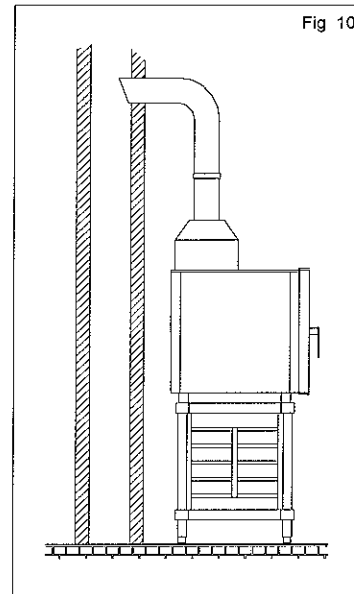

Fig 10
- a uma conduta natural como um tubo da chaminé de tiragem natural de eficiência segura para evacuar os produtos da combustão directamente ao exterior (Fig. 10). O prosseguimento acontece para o exterior ou numa chaminé através de uma conduta apropriada resistente a uma temperatura de 300°C. Tal intervenção deve garantir que a evacuação dos fumos não aconteça dificultada por obstruções e/ou pelo excessivo comprimento do tubo de descarga (comprimento máximo 3m).